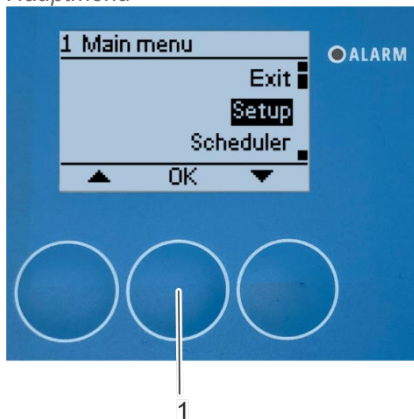

Abbildung 121: Auswahl des Untermenüs „Einstellungen“
⇒ Auf dem Bildschirm erscheint "Bitte Passwort eingeben" (Abbildung 121/1).
3. Geben Sie das Passwort (Abbildung 121/2) mit den Pfeiltasten [nach oben] (Abbildung 121/4), [nach links] (Abbildung 121/3) und [nach rechts] (Abbildung 121/5) ein.
4. Verwenden Sie die Pfeiltaste [nach rechts] (Abbildung 121/5), nachdem Sie die letzte Ziffer des Passworts ausgewählt haben.